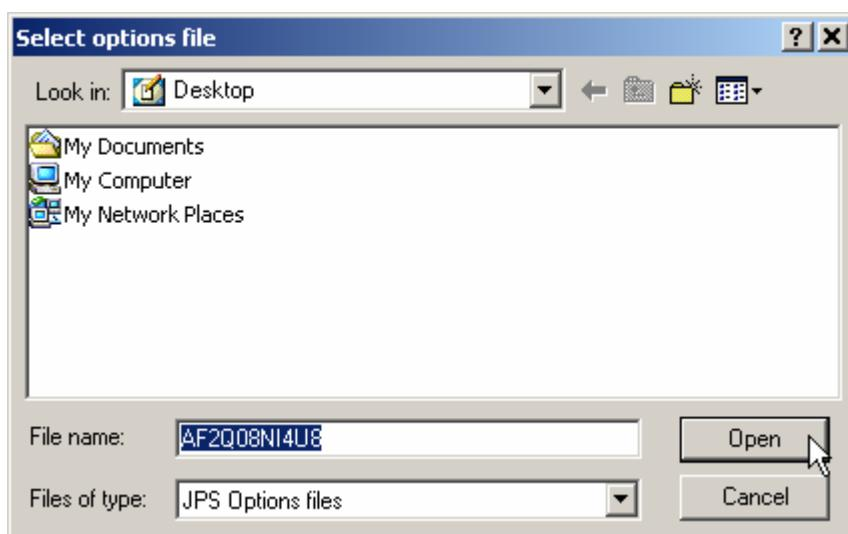

Рисунок 4-10. Загрузка ОАФ
3. Выберите директорию, где находится новый файл авторизации опций ОАФ. Эти файлы имеют расширения .jro или .tpo и уникальны для каждого приемника (см. рис. 4-10).
4. Выберите соответствующий файл и щелкните на кнопке *Open* (Открыть) (см. рис. 4-10). Новая опция приемника загрузится в приемник и таблица в диалоговом окне **Option Manager** обновится.